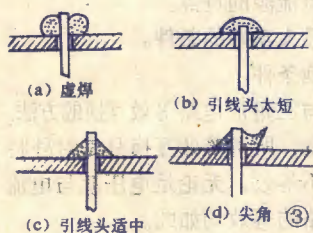

图3(a)是因引线表面不清洁,焊在印制板铜箔上时形成的虚焊点的形状,焊锡与引线之间的交界面上有明显的黑色交界线,焊锡向交界线凹陷。
经打开后盖检查发现,中放管的基极引脚与中周电容 $C_B$ 靠得很近,几乎紧贴(见图3),而 $C_B$ 又是体积较大的瓷片电容。这样 $C_B$ 的一个端面(透过绝缘外包层里面是一层金属,是瓷片电容的一个极)和引线与中放管BG的b极间的寄生耦合电容就不容忽视了,有了这个寄生耦合电容就相当于BG的集、基结电容增大,从而引起中放自激而出现中频啸叫声(见图4)。
的放电电路。电容 $C_1$ 、 $C_2$ 与退磁器线圈电感L和线圈电阻R构成RLC串联电路。从电工原理可知,当线圈电阻 $R < 2\sqrt{L/C}$ 时,电路将产生减幅振荡。此时通过退磁器线圈的电流波形如图3所示。这种方向不断交变,幅值一次比一次减小的电流正是退磁所需要的。
焊接后的元件引线在印制板铜箔一面要露出适当的长度。长度太短,引线跟焊锡的接触面积小,不仅机械强度差,而且出现了虚焊也不易发现(图3(b))。一般在焊好后,引线应稍露出焊点(图3(c))。引线不要弯曲扳倒,否则拆换元件时费工。烙铁头上吃锡的多少应如图2(a)所示的那样,不要太少,否则焊点强度不够。如果烙铁头垂下时焊锡有下滴的趋势,说明吃锡过多。
用镊子等工具使焊接中的元件冷却,操作起来不太方便。一般情况下,如果烙铁头搪锡量适当,每个点的焊接时间控制在二、三秒内(晶体管、集成电路的焊接时间以两秒左右为宜),则可以不用镊子等冷却。焊接时间过长,一方面会烫坏元件,另一方面助焊剂完全被汽化,焊点会出现尖角(图3),而且烙铁头上搪锡表面也会严重氧化,容易造成虚焊。
(图3(c)),表面平滑光亮,用手不能将元件引线扳动。焊接过程最关键的一点是避免虚焊,因为一旦有了虚焊,电路就不能正常可靠工作,而且很难查找虚焊点,给整机调试工作带来困难。
外壳的加工过程如图2所示,全部孔都可用小刀挖成。整机布线如图3所示。简述一下组装的程序:先把与单声道输入插头相接的导线从盒底的孔穿入,在里面打一个结,左右声道的两根输出线从盒盖上的孔穿入,从里面也打一个结,然后按图3所示,在电位器上焊接好各个元件。最后把电位器置入盒中,并加以固定,盖上盒盖,整个装置就完成了。
运算放大器及其它电阻、电容在印制板上的布置如图3所示。其余元件则直接固定在机壳上, 尽量缩短接线。
(4) 采取中和的方法(见图3), 即另外加一个中和电容  $C_N$ , 它的作用是从  $C_N$  反馈过来的信号和从  $C_{ob}$  反馈过来的信号接近, 大小相同而相位相反, 可以大部分抵消  $C_{ob}$  的反馈作用。减轻自激的可能性, 提高稳定增益。